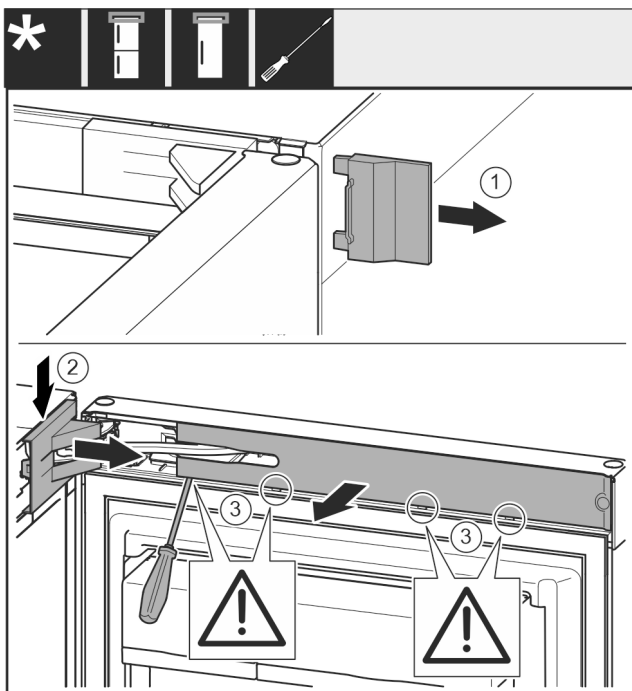

Fig. 7
- ▶ Зніміть зовнішню кришку. Fig. 7 (1)
- ▶ Звільніть і ослабте кришку опорного кронштейна. Зніміть кришку опорного кронштейна. Fig. 7 (2)
- ▶ За допомогою шліцевої викрутки звільніть від фіксатора та поверніть убік накладку. Fig. 7 (3)